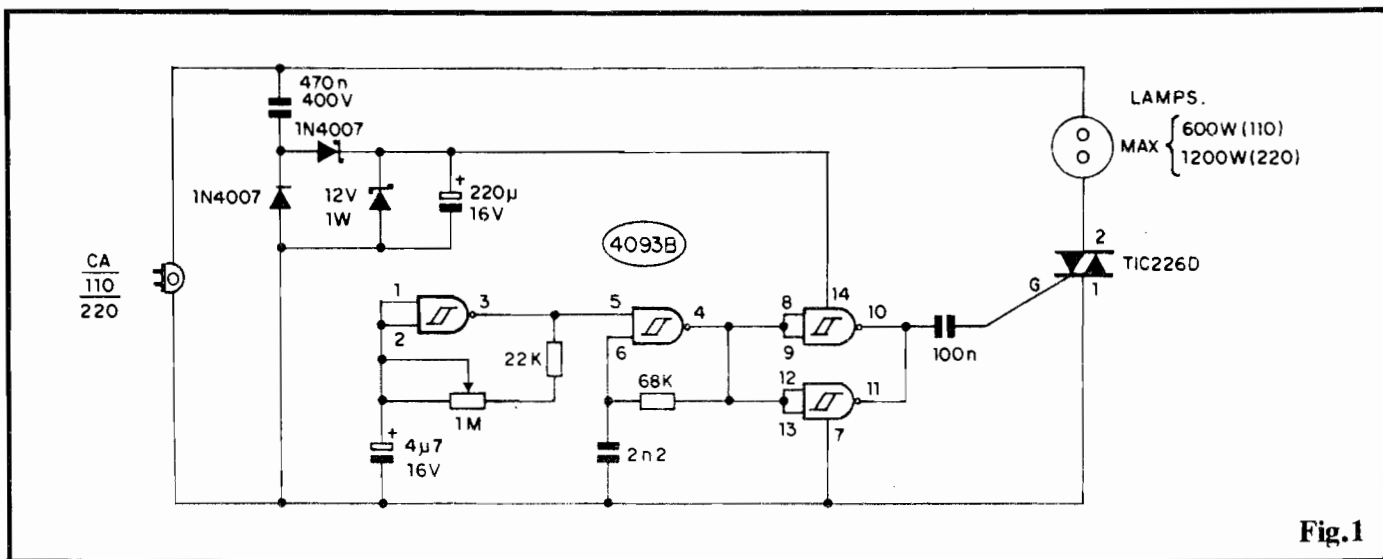

Fig.1
- FIG. 1 - DIAGRAMA ESQUEMÁTICO DO CIRCUITO - Usando justamente um Integrado Digital C.MOS com função **Schmitt Trigger** (um 4093, com 4 **gates** NAND de 2 Entradas cada...), além de alguns outros pequenos "truques" economizadores e simplificadores, foi possível obter um circuito de alto desempenho, porém de custo e complexidade "lá em baixo"... O **gate** delimitado pelos pinos 1-2-3, juntamente com o resistor fixo de 22K, mais o potenciômetro de 1M e o capacitor eletrolítico de 4u7, formam um ASTÁVEL, de Frequência baixa, ajustável em boa faixa pela ação do potenciômetro... A saída desse ASTÁVEL (pino 3) é oferecida como sinal de controle para a Entrada de Autorização de outro ASTÁVEL, este centrado no **gate** delimitado pelos pino 4-5-6 e trabalhando (quando autorizado...) em Frequência bem mais alta,